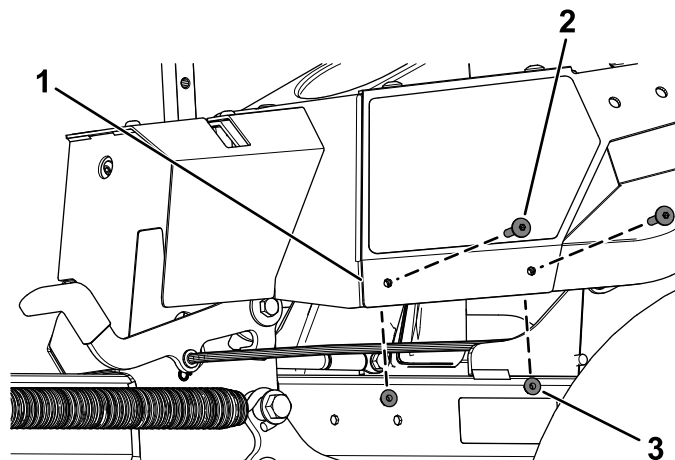

Figura 7
- A. Remova os dois parafusos de cabeça torx ($\frac{1}{4}$ x 1-5/16 pol.) e duas porcas de bloqueio ($\frac{1}{4}$ pol.) do módulo esquerdo (Figura 7).